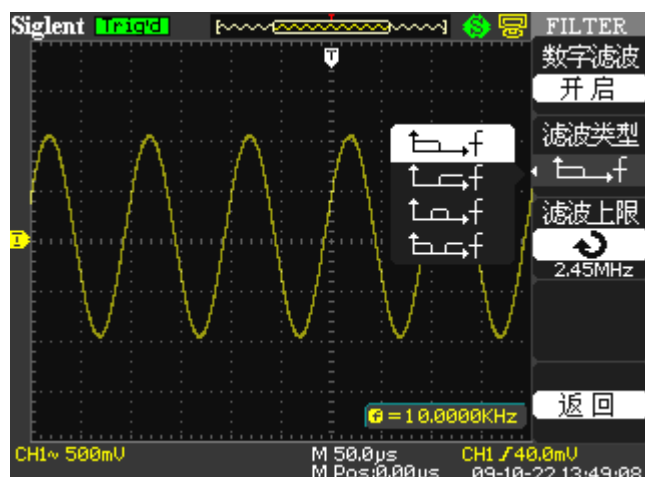

图 2.6-7
- 按“CH1”→“下一页”→“数字滤波”→“开启”，打开数字滤波功能如图 2.6-7：